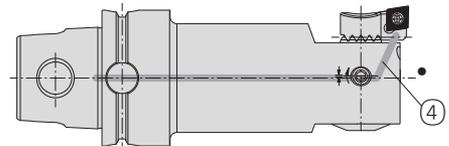

Bild 2
- Innere Kühlschmierstoffzufuhr ④ bis zur Schneide (Bild 2). Zulässiger Druck max. 40 bar.